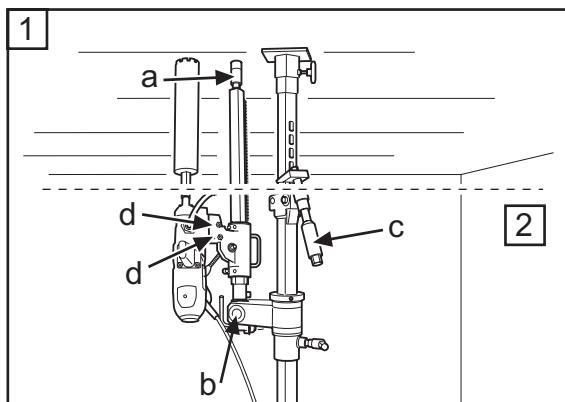

Fig. 12
4. Controllare che la vite del montante (a) nella colonna di foratura sia avvitata. Sollevare e bloccare la colonna di foratura in posizione verticale con il dado da 30 mm (b) (fig. 12).
4. Sicherstellen, dass die Stempelschraube (a) in der Bohrsäule eingeschraubt ist. Die Bohrsäule hochklappen und senkrecht mit der 30-mm-Mutter (b) sichern (Abb. 12).
4. Contrôler que la vis (a) du pilier de forage est complètement vissée. Sortir et verrouiller le pilier de forage en position verticale à l'aide de l'écrou de 30 mm (b) (Fig.12).
4. Controleer of de stutschroef (a) op de boorkolom ingeschroefd is. Klap de boorkolom in verticale stand en zet vast met moer 30 mm (b) (Fig.12).
6. Avvitare la vite del montante al soffitto per fissare la colonna di foratura in posizione. Fissare con il dado di bloccaggio da 30 mm (a) (fig. 12). Utilizzare un profilo di legno o simile come distanziale.
6. Die Stempelschraube zur Fixierung der Bohrsäule in ihrer Position einschrauben, mit 30-mm-Sicherungsschraube (a) sichern (Abb. 12). Einen Holzstab o. ä. zwischenlegen.
6. Visser la vis du poteau contre le plafond afin de fixer le pilier de forage sur la position souhaitée et verrouiller à l'aide d'un contre-écrou de 30 mm (a) (Fig.12). Utiliser une règle en bois ou un instrument similaire comme pièce intermédiaire.
6. Schroef de stutschroef tegen het plafond om de boorkolom in de stand te fixeren, zeker met borgmoer 30 mm (a) (Fig. 12). Gebruik een houten regel of iets dergelijks als tussenlaag.